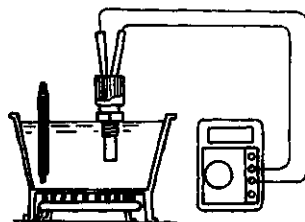

图 2-69 检查进气温度传感器
① 拆下进气温度传感器,把传感器放入容器内,将水加温,如图 2-69 所示。改变水的温度,检查传感器的电阻变化。用欧姆表测量端子间的电阻,电阻值如不符合表 2-31 规定,应更换进气温度传感器。